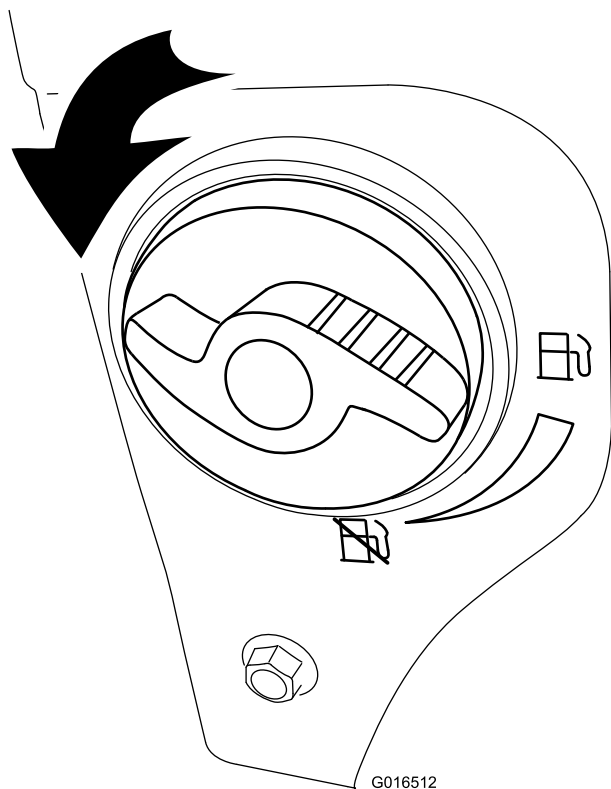

Figure 21
2. Ouvrez le robinet de carburant en le tournant de 1/4 de tour dans le sens antihoraire (Figure 21).